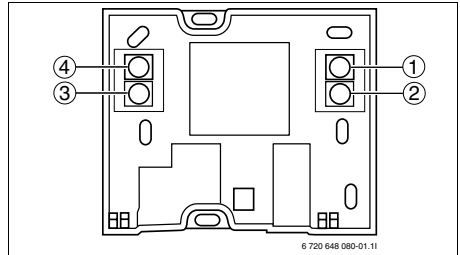

Bild 2 Anslutningar
- Kontrollera att de fyra kablarna är anslutna på kontakter enligt (→ Bild 2).
- Var noga med att ansluta rumsgivaren på korrekt sätt så att +12V, CANH, CANL och GND enligt (→ Bild 2) kopplas till motsvarande anslutningar ([31-34] eller [35-38]) på kretskortet (→ Bild 4). Se elschema Externa anslutningar i värmepumpens installationshandbok.